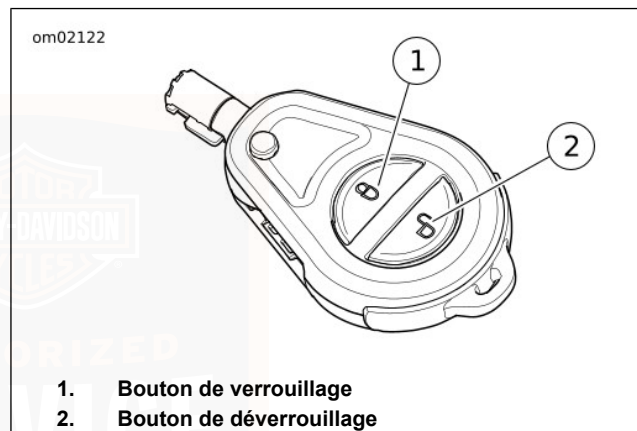

Figure 7. Porte-clés à télécommande
- b. **Porte-clés à télécommande** : voir Figure 7 . Appuyer sur le bouton de verrouillage du porte-clés à télécommande.
- b. **Porte-clés à télécommande** : voir Figure 7. Appuyer sur le bouton de déverrouillage du porte-clés à télécommande.
Voir Figure 7. Le porte-clés à télécommande verrouille et déverrouille à distance le bouton de verrou de fourche et les sacoches. Le porte-clés à télécommande peut actionner les verrous lorsque la moto est en marche ou arrêtée.